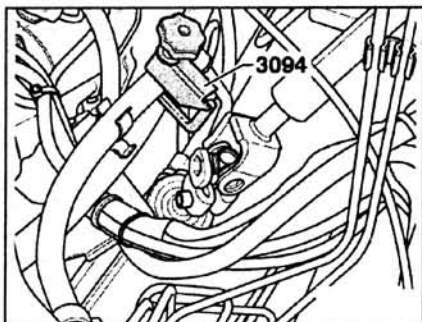

Рис. 6.14. Перекройте хомутом 3094 сливной шланг.
2. Перекройте хомутом 3094 сливной шланг (рис. 6.14).